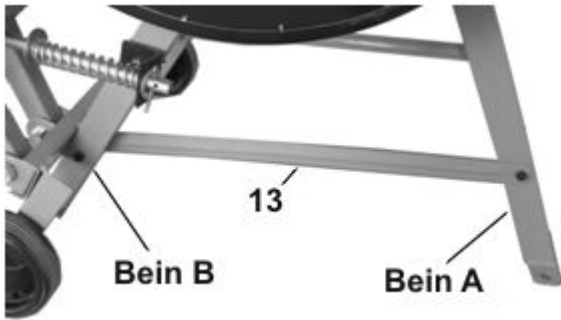

Abb. 27A
- 4) Montieren Sie die Verbindungsstrebe zwischen linkem und rechtem Bein (Teile-Nr. 13) an Bein A und Bein B, wie in Abb. 27A, 27B gezeigt.